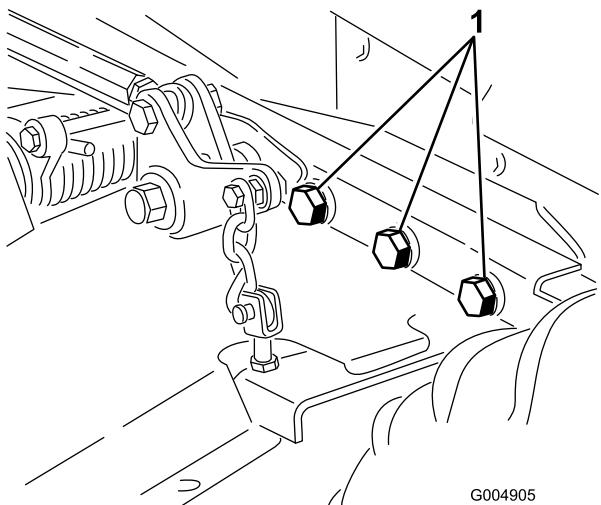

Figura 81
4. Verifique todos os dispositivos de fixação para ver se estão soltos e aperte-os conforme necessário. Aperte especialmente os 6 parafusos que prendem a estrutura da plataforma do cortador à unidade de tracção (Figura 81) com 359 Nm.